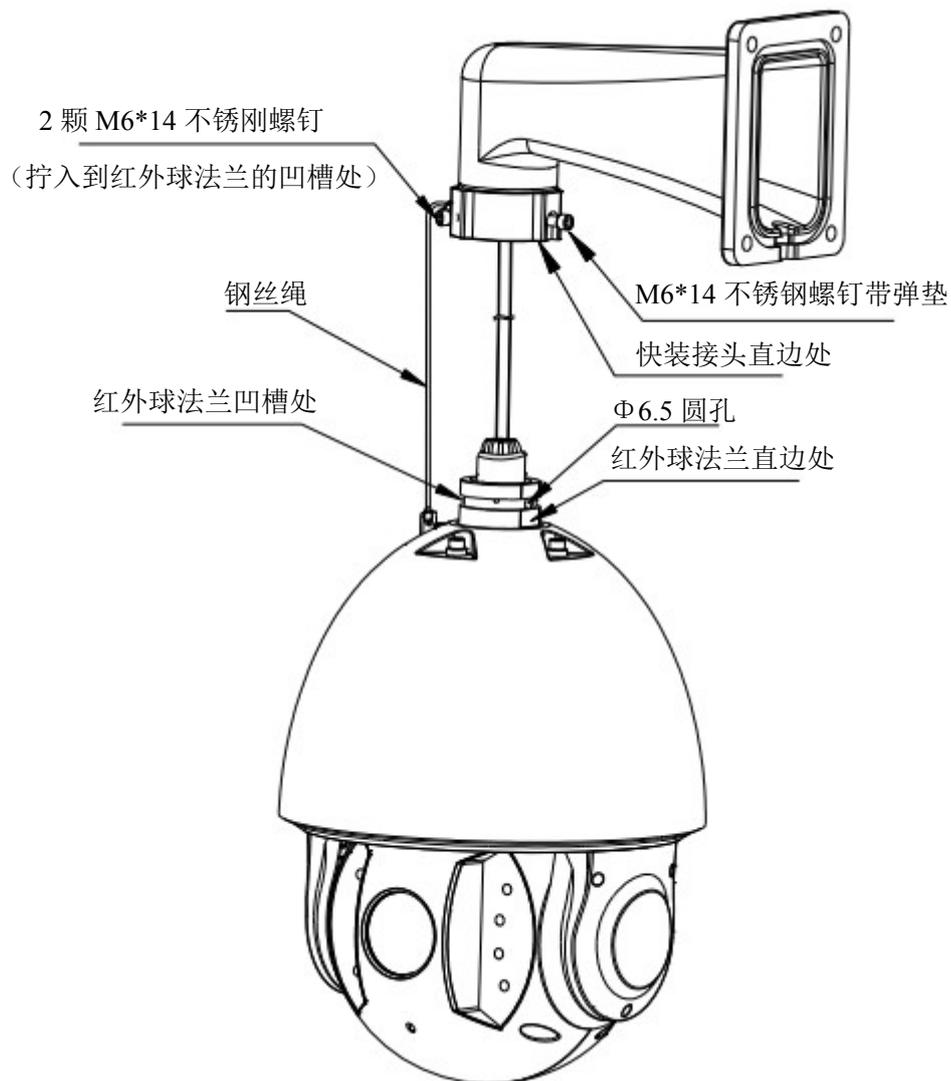

图1.5.3 安装红外球整机
- 2、将红外球法兰直边处对齐到快装接头直边处，然后将红外球慢慢推入到快装接头底部。首先将快装接头直边处的那颗M6*14不锈钢螺钉带弹垫须拧入到红外球法兰直边处 $\Phi 6.5$ 圆孔内，然后将另外两颗M6*14不锈钢螺钉拧入到红外球法兰的凹槽内，用内六角工具对该三颗不锈钢螺钉进行紧固，完成安装，见图1.5.3。